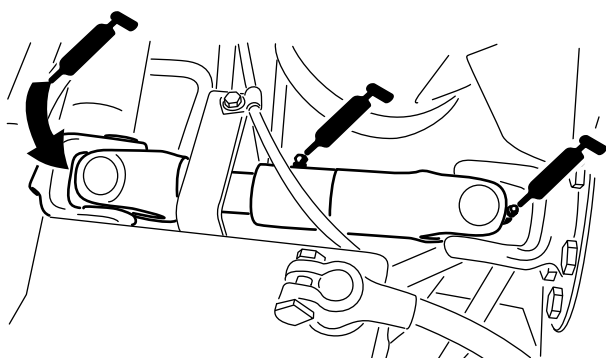

Figura 51
- Articulación de cardán del árbol de transmisión de la bomba (3) (Figura 51).